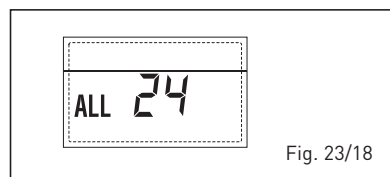

Fig. 23/18
- ANOMALIA SONDA BOLLITORE SOLARE (S2) "ALL 25" (fig. 23/19)